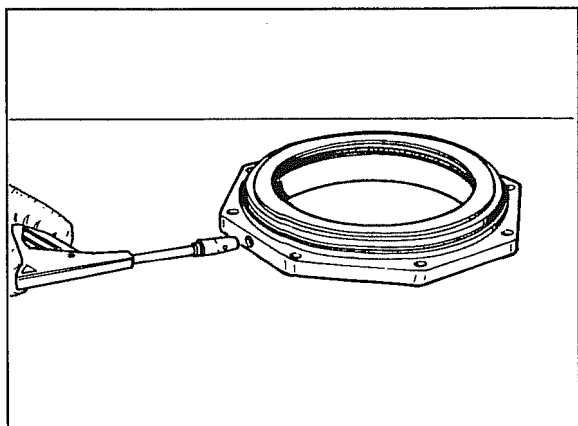
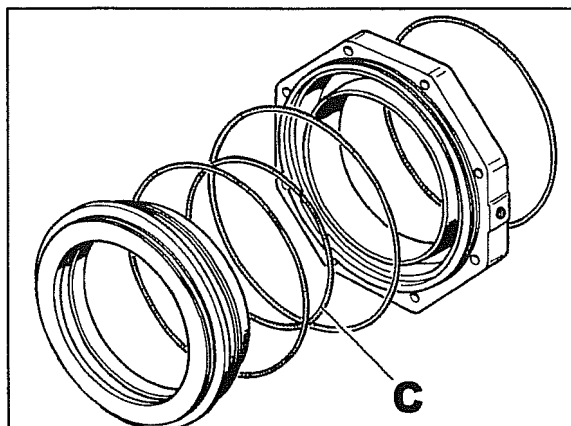

Fig. 29
Fig. 30
37 Separar el cilindro del pistón soplando en el orificio impulsión aceite como se ve en la fig. 29. La fig. 30 muestra detalladamente el cilindro, el pistón y los relativos anillos de sellado. Controlar el buen estado de los anillos de sellado y eventuales barbas o rayados en las superficies de contacto entre cilindro y pistón. Cambiar las partes dañadas.
- Al volver a montar el pistón en el cilindro, prestar mucha atención que el anillo C fig. 30 de sellado en el diámetro interno, quede en su alojamiento durante la operación.